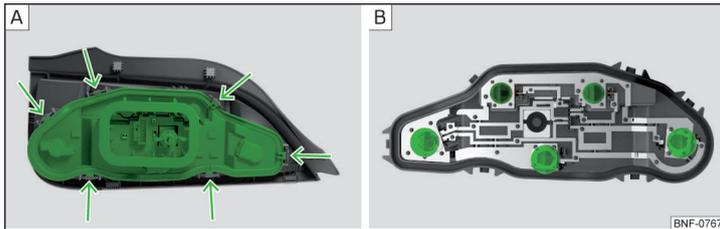

Fig. 180 Parte interior de la lámpara
- › Presionar la lengüeta de fijación en el portalámparas » fig. 180 - **A** y retirar el soporte de la luz.
- › Gire la bombilla respectiva hasta el tope **en sentido contrario** al de las agujas del reloj y extráigala del soporte » fig. 180 - **B**.